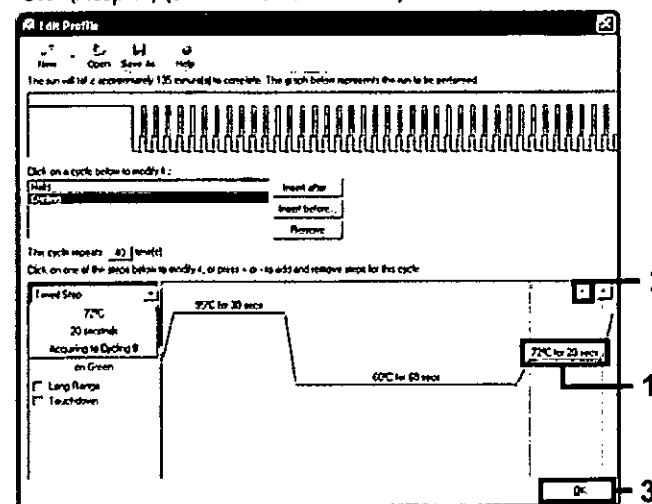

Ilustración 9. Eliminación del paso de extensión.
11. Seleccione el tercer paso y elimínelo mediante el botón "-". Haga clic en "OK" (Aceptar) (consulte la ilustración 9).